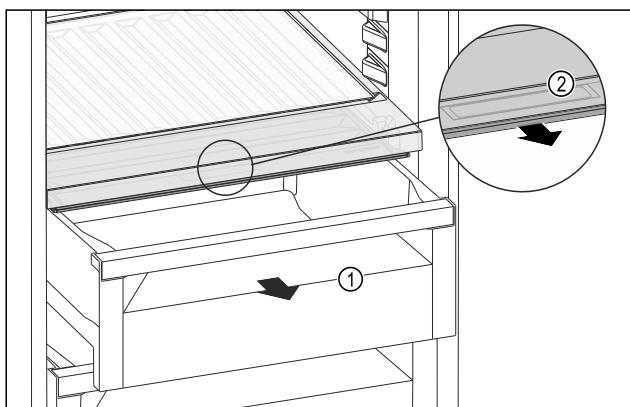

Fig. 170
- Изтеглете чекмеджето Fig. 170 (1).
- Хванете вдълбнатия захват Fig. 170 (2) на капака на отделението и едновременно с това издърпайте напред капака на отделението.